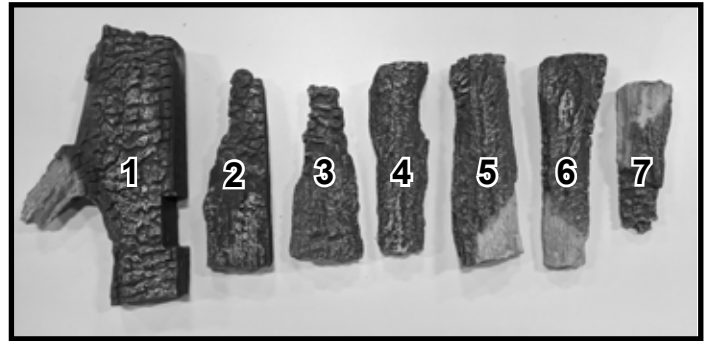

Figure 1 Identification des bûches
**AVIS :** Afin de simplifier le processus, identifiez formellement chacune des bûches avant de commencer l'installation. Consultez la figure 1.